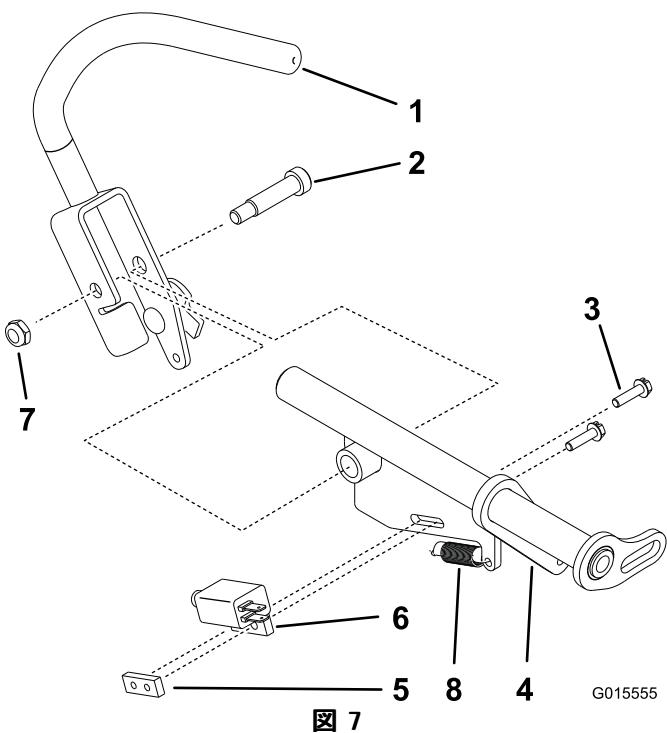

図 7
5. 右側コントロールブラケットについているスプリングを外す（図 7）。
6. 右側コントロールブラケットについているスイッチを外す（図 7）。
7. 右側コントロールブラケットから、ショルダーボルトと右側コントロールレバーを外す（図 7）。
1. 右側コントロールレバーを、新しいコントロールブラケットに取り付ける；先ほどはずしたショルダーボルトロックナットを使う（図 7）。
2. 新しいコントロールブラケットに、先ほど外したOPCスイッチを取り付ける；先ほどはずしたスイッチねじとナットを使用する（図 7）。
3. 右側コントロールブラケットと右側コントロールレバーに、先ほど取り外したスプリングを接続する（図 7）。